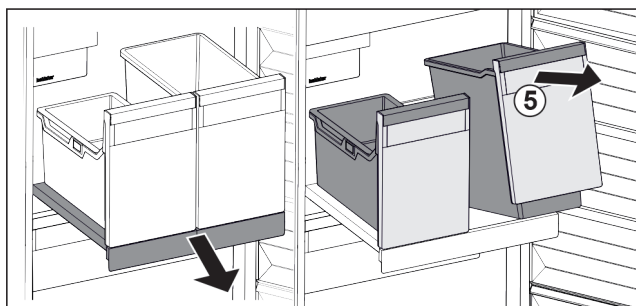

Fig. 33
- Behälter Fig. 33 (5) vorne anheben.